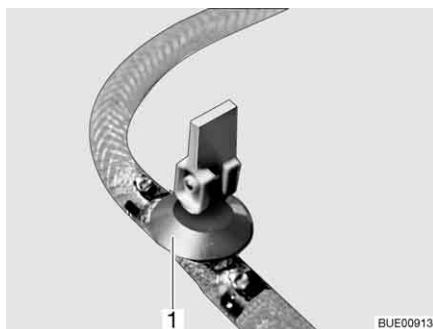
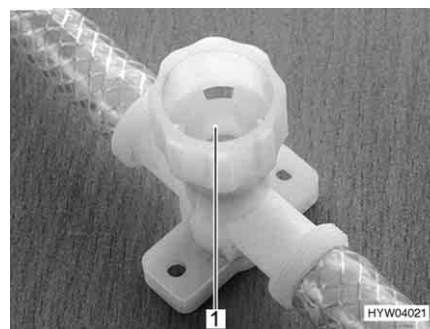

Fig. 238 Rubinetto di scarico (con leva a bilancere)
Fig. 239 Rubinetto di scarico (con tappo a vite)
- Chiudere tutti i rubinetti di scarico. Mettere la leva a bilanciere del rubinetto di scarico (Fig. 238,1) orizzontale o chiudere il coperchio del rubinetto di scarico (Fig. 239,1) in senso orario.